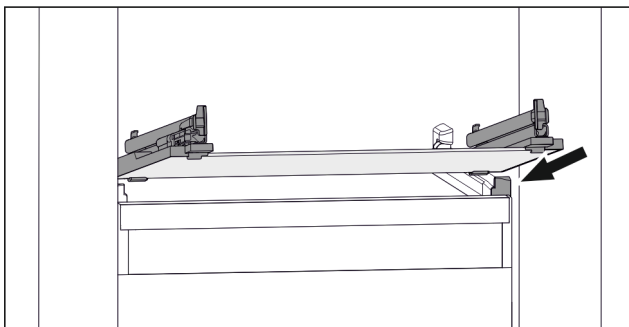

Fig. 66 Beispielhafte Darstellung der Glasplatte
- ▶ Glasplatte schräg hinter den Stoppeln aufsetzen. (zie Fig. 66)